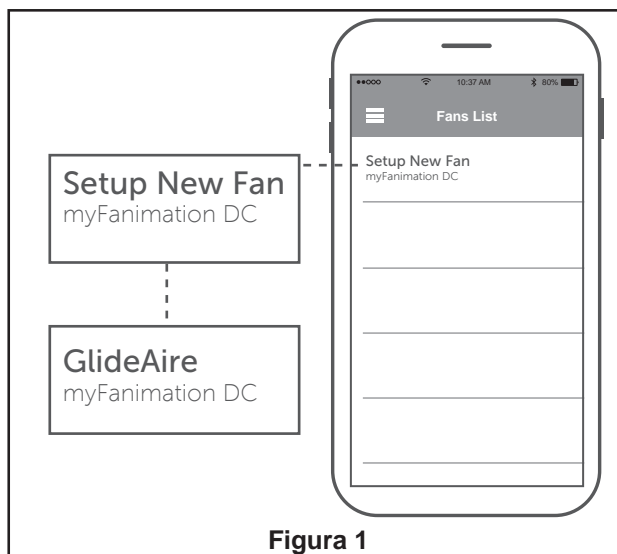

Figura 1
1. Para configurar el código de unidad del receptor. Deslice los interruptores de código a las mismas posiciones que en el transmisor. (Figura 1)
1. Extraiga una de los tornillos de hombro en el soporte del gancho. Afloje el segundo tornillo de hombro sin extraiga completamente. Instale la cubierta rotando la ranura clave en la cubierta sobre el tornillo de hombro del soporte del gancho. Fije el tornillo de hombro. Instale adecuadamente y fije el segundo tornillo de hombro que fue anteriormente guardado. (Figura 1)
El uso de un regulador de la intensidad completa (no incluido) para controlar la velocidad del ventilador dañará el dispositivo. Para reducir el riesgo de incendio o descarga eléctrica, no utilice dicho regulador para controlar la velocidad del ventilador. (Figura 1)
1. Abra la App fanSync y toque Configurar Nueva Fan para iniciar la configuración. (Figura 1)
- 1. Instalación de la placa de la pared:** (Figura 1)